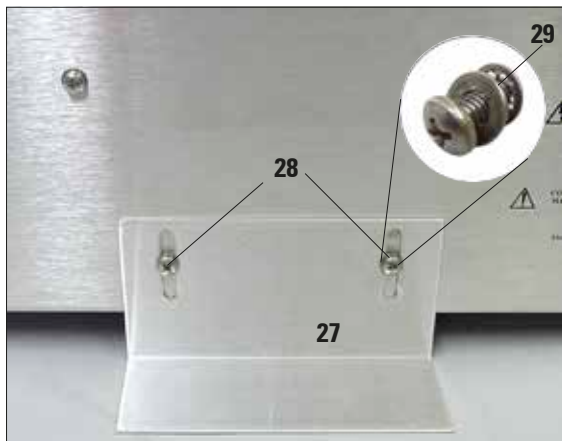

Bild 20
- Gör detta genom att lossa de två krysspårskruvorna (28) med en skruvmejsel. Sätt ihop dem med de två tillhörande brickorna (29).
- Placera stödplattan mot instrumentets baksida (bild 20). Sätt i de två skruvorna igen, men dra inte åt dem helt.